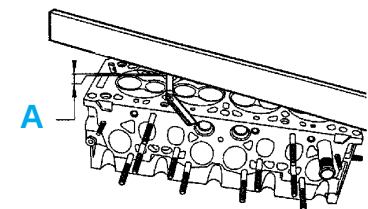

fig. 83
- Contrôler la planéité de la culasse à l'aide d'un jeu de cales et d'une règle au **50ème** (fig. 83).